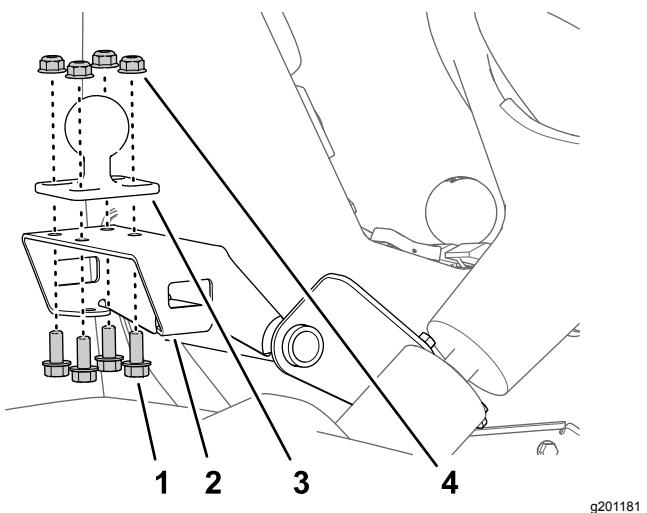

Figura 164
- Monte a montagem da rótula no suporte da montagem do monitor (Figura 164) com os quatro parafusos de cabeça flangeada (5/16 x 3/4 pol.) e as quatro porcas de bloqueio flangeadas (5/16 pol.).